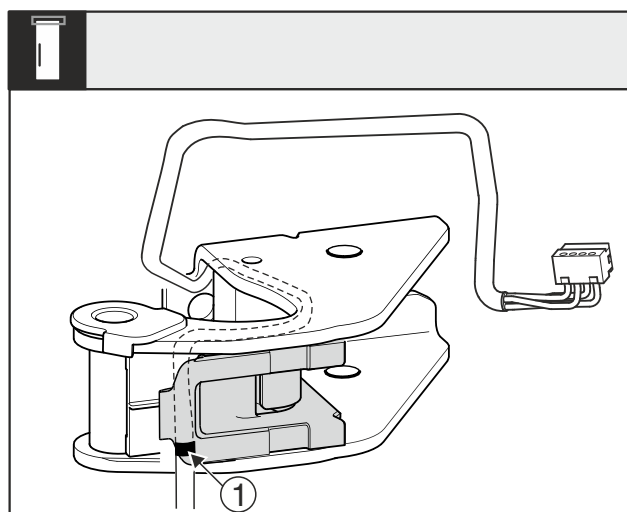

Fig. 29
- Sredinska oznaka Fig. 29 (1) naj bo pri tem na robu držala kablo.